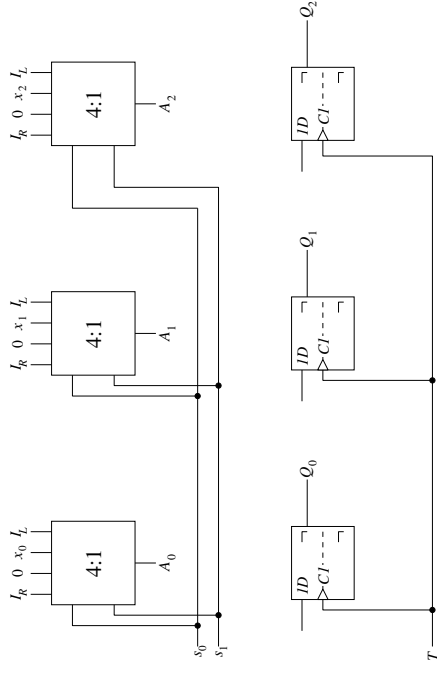

Abb. A65.1: Zu vervollständigendes Schaltbild eines 3-Bit-Schieberegisters
- A.65.2: Vervollständigen Sie das gegebene Schaltbild (Abb. A65.1), so daß das Schieberegister die geforderten Eigenschaften erfüllt!